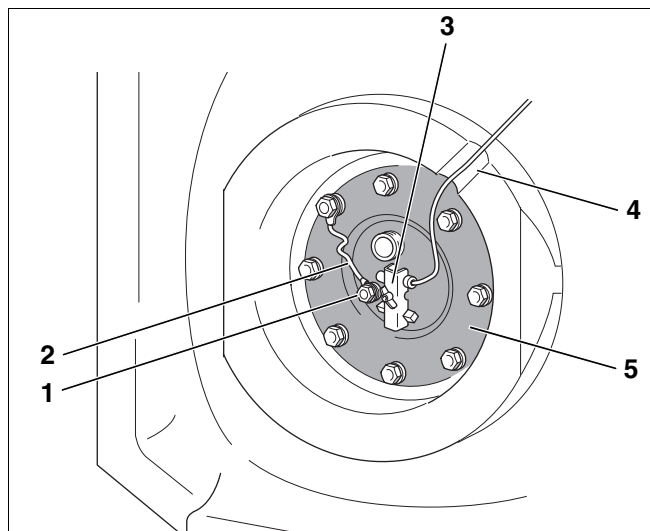

Рис. 12 Проверка подключения магниевого анода
- Провести провод датчика через паз в теплоизоляции (рис. 12, **поз. 4**) к крышке люка.
- Установить температурный датчик в соответствии с геометрической формой и диаметром в крепление датчика (рис. 12, **поз. 3**).
- Проверьте, подключен ли заземляющий кабель (рис. 12, **поз. 2**) магниевого анода (рис. 12, **поз. 1**).